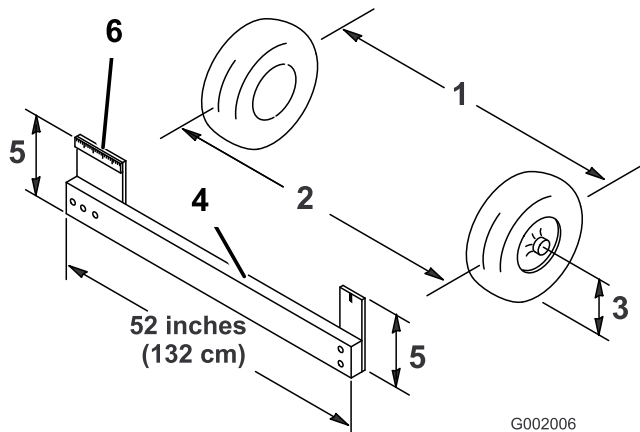

Figura 58
4. Misurate la distanza tra i pneumatici anteriori all'altezza dell'assale, davanti e dietro le ruote anteriori (Figura 58). Per rilevare la misura posteriore
dei pneumatici anteriori all'altezza dell'assale occorre un attrezzo o un calibro di allineamento; usate lo stesso attrezzo, o calibro di allineamento, per rilevare con precisione la misura anteriore dei pneumatici anteriori all'altezza dell'assale (Figura 58).